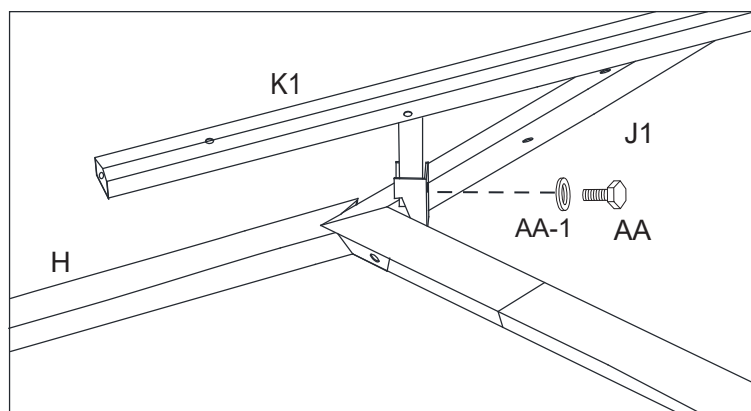

Figure 10-1
10.1 Fixer le cadre de l'évent de toit au cadre central du toit principal en insérant les supports d'angle de l'évent de toit (K1) dans le connecteur court (J1) du cadre central du toit principal à l'aide des boulons (AA/AA-1). Voir la Figure 10.1.